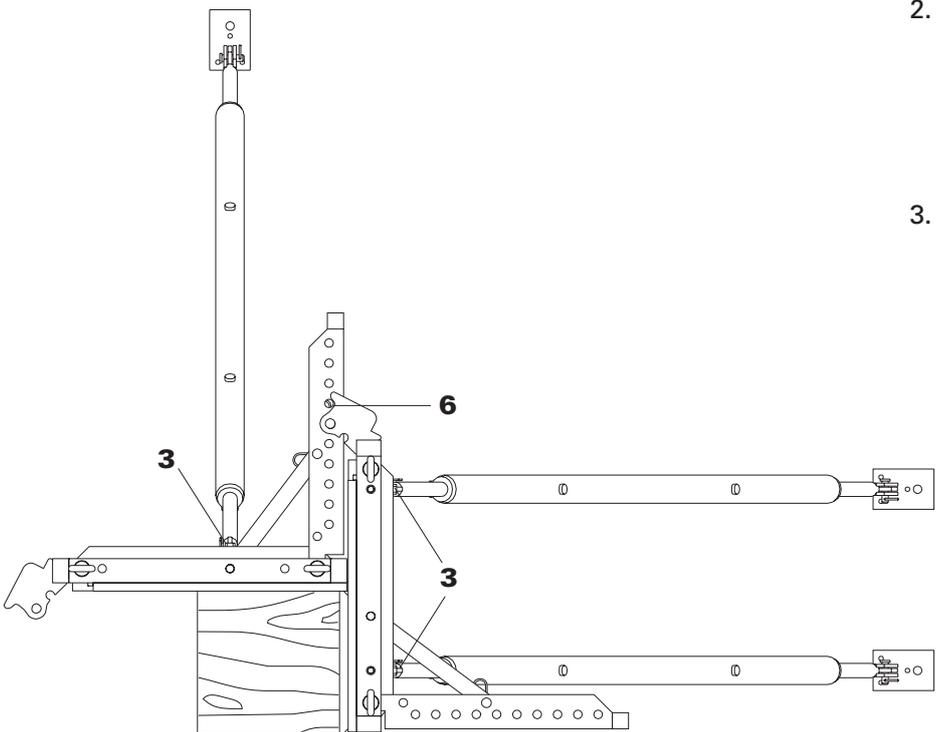

Abb. 11
3. Säulenrahmen III und IV ebenso zu einer Elementgruppe montieren, jedoch ohne Richtstützen. Abb. 11